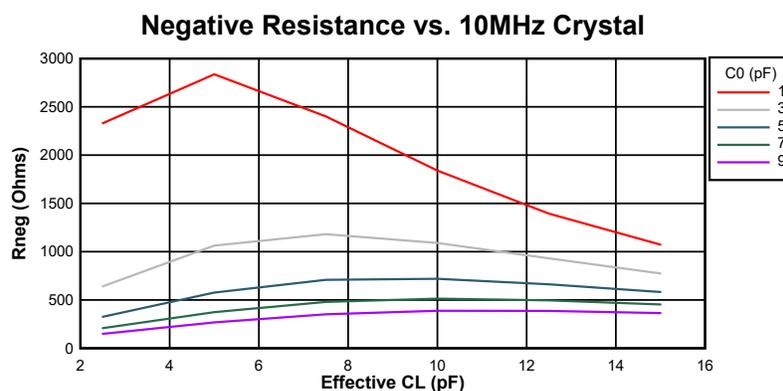
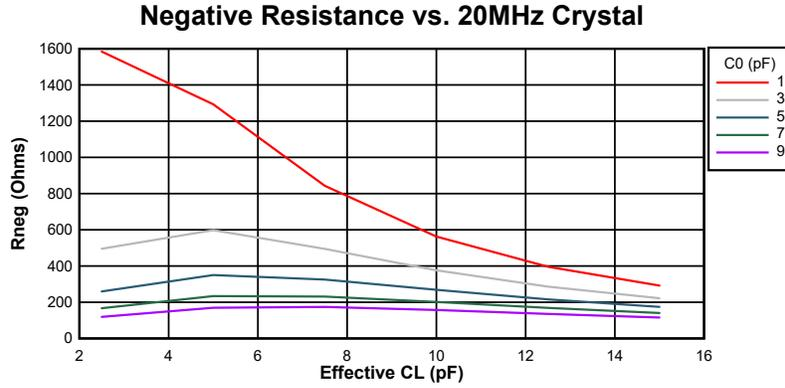

図 6-19. 10MHz 時の負性抵抗変動
図 6-20. 20MHz 時の負性抵抗変動
**図 6-19** および **図 6-20** に、このデバイスの負性抵抗と水晶振動子との関係の変動を示します。グラフからわかるように、水晶振動子の並列容量 (C0) と実効負荷容量 (CL) は電気発振回路の負性抵抗に大きな影響を及ぼします。これらは代表的なグラフであるため、設計上考慮すべき最小値および最大値については、**表 6-6** を参照してください。